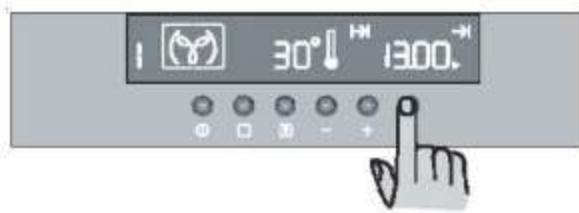

Рис. 14
2) Нажимайте клавишу до тех пор, пока не выберете функцию «окончание времени приготовления» и пока не начнет мигать соответствующий символ. На дисплее панели управления отобразится время окончания приготовления (т.е. текущее время + время приготовления – рис. 14).
начнет мигать соответствующий символ. На дисплее панели управления отобразится время окончания приготовления (т.е. текущее время + время приготовления – рис. 14).